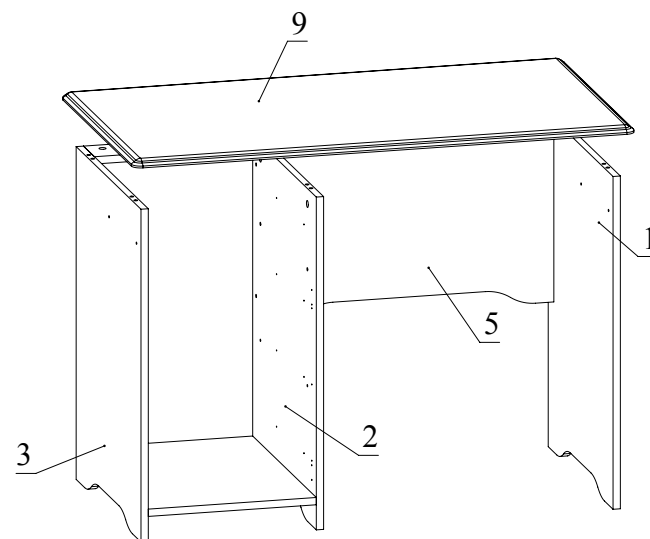

Рис.6
6. Установите деталь 9 на детали 1, 2, 3, 5 и зафиксируйте, повернув головки минификс по часовой стрелке до упора (Рис. 6).